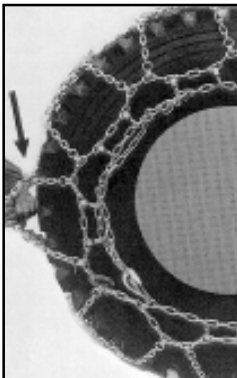

Bild 11-9
- Bild 11-9 zeigt eine voll gelockerte Kette (Prüfung erfolgt in Höhe der Achsmittle). Dadurch ist gewährleistet, daß die Gleitschutzkette unter allen Einsatzbedingungen das Reifenprofil überwandert.
(6) Ramener la partie libre de la **chaîne d'attelage** (11-7/flèche) en arrière et l'enrouler autour de la chaîne d'attelage.
- La figure 11-9 montre une chaîne entièrement relâchée (vérification du relâchement au milieu des essieux). Ce réglage fait que la chaîne antidérapante est en mesure de couvrir toute la sculpture du pneu dans n'importe quelles conditions d'exploitation.
- Fig. 11-9 shows a chain that has been fully loosened (to be checked at the height of the axle center). Loosening the chain fully ensures that the tire chain passes across the tread pattern under all conditions.